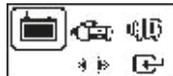

Fig.12
6. Qualora l'utente avesse selezionato l'icona , il display cambierà mostrando un menù con le opzioni mostrate nella Fig. 12 sotto riportata: